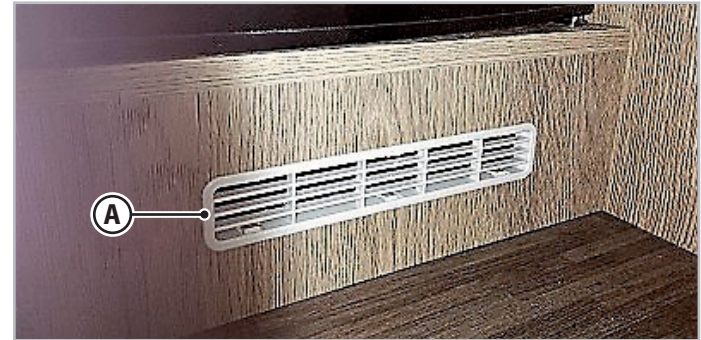

Fig.6.1 - Permanente ventilasjonsåpninger
- permanente ventilasjonsåpninger (A - Fig. 6.1) ikke er blokkert eller tildekket.
◦ I samsvar med gjeldende sikkerhetsforskrifter er kjøretøyet utstyrt med faste åpninger (**A** - Fig.6.1), som ikke kan blokkeres, for et konstant luftinntak som er nødvendig for å motvirke dannelse av kondens og for å sikre at det alltid er et luftskifte inne i boseksjonen.